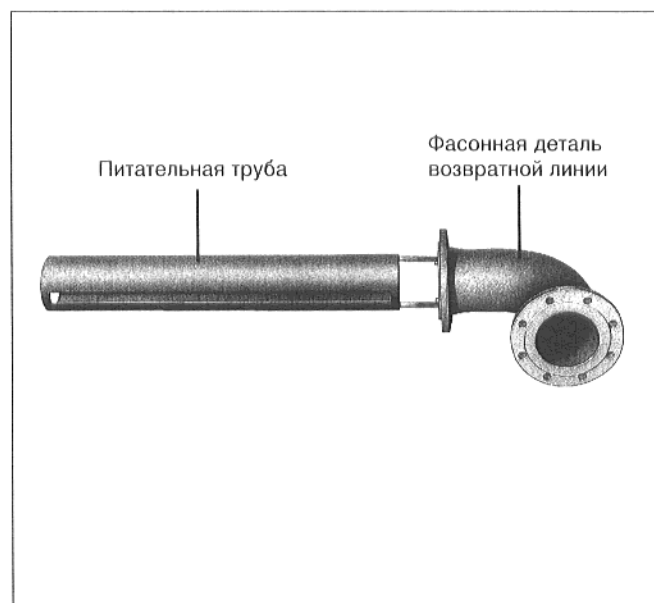

Рис. 23
- Привинтить питающую трубу (только у котлов, кол. элементов которых превышает 14), к фасонной детали возвратной линии (рис. 23).
- Фасонная деталь возвратной линии и выпускное отверстие питающей детали должны всегда находиться в горизонтальном положении (рис. 23). Это необходимо для обеспечения надлежащего распределения возвратного потока воды, что в свою очередь является условием для безупречной работы отопительного котла.